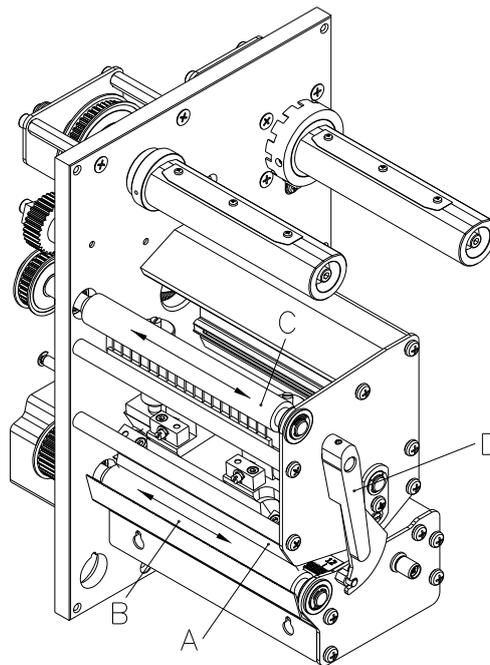

Figure 2
2. Tourner le levier rouge (B, in Figure 2) en sens inverse des aiguilles d'une montre pour déverrouiller la tête d'impression.